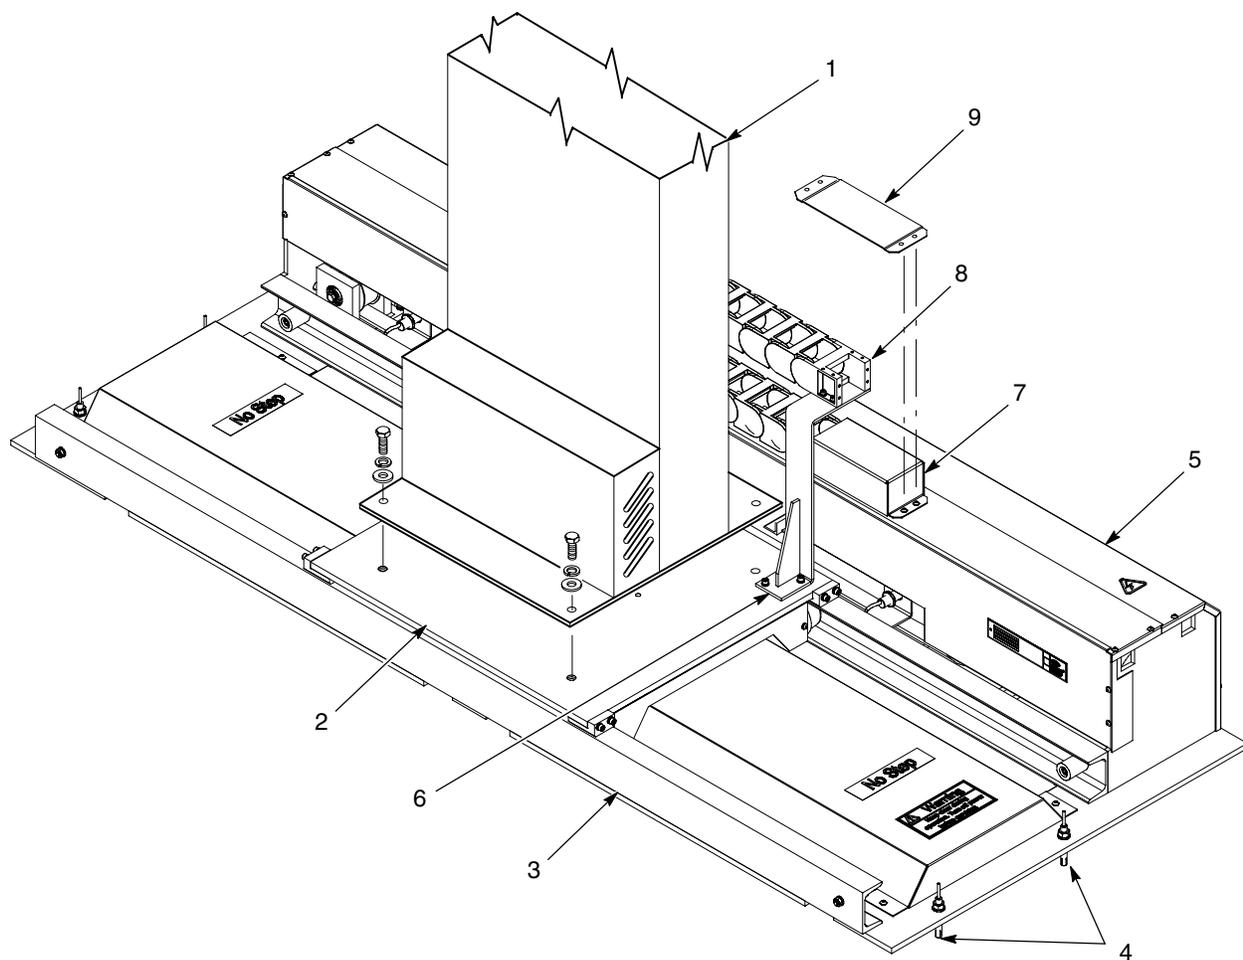

Fig. 4 Installazione
2. Vedi figure 4 e 5. Usando un'attrezzatura di sollevamento adeguata, installare con cautela l'oscillatore, il reciprocatore o il supporto fisso per pistola (1) sul carrello (2) ed avvitarlo al carrello con viti esagonali, rondelle elastiche e rondelle piatte della misura adatta. La figura 5 comprende i fori del carrello per i vari supporti fissi per pistola, oscillatori e reciprocatori.
4. Fissare la base del posizionatore (3) al pavimento con bulloni di ancoraggio M10 x 75 (4).
5. Per fornire un percorso protetto ai cavi dell'oscillatore o del reciprocatore montare sul posizionatore la canalina (8) e la copertura (7) per i cavi come segue:
- a. Rimuovere la piastra otturatrice (9) da sopra l'alloggiamento dell'azionamento.
- c. Montare la staffa della canalina cavi (6) sul carrello del posizionatore come illustrato, poi fissare alla staffa l'estremità non fissata del carrello con dei bulloni.